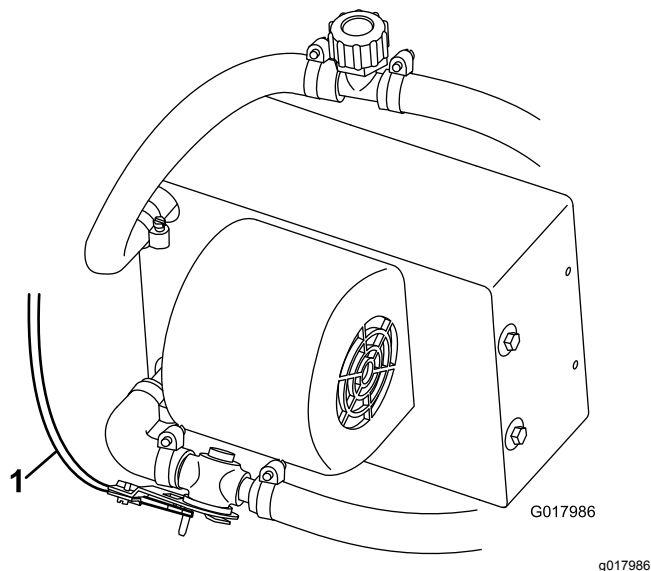

Figura 24
- Posate e collegate il cavo di comando del riscaldatore alla valvola del riscaldatore (Figura 24).